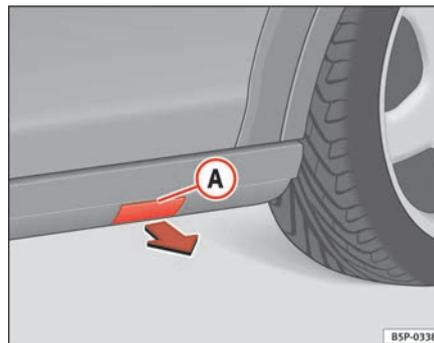

Fig. 174 Talonnette en plastique équipée d'une protection pour les points d'ancrage du cric.
- Retirez la protection  pour accéder aux points d'ancrage du cric du véhicule ⇒ fig. 174.
- Tirez sur la protection et retirez-la de son logement dans le sens de la flèche ⇒ fig. 174.